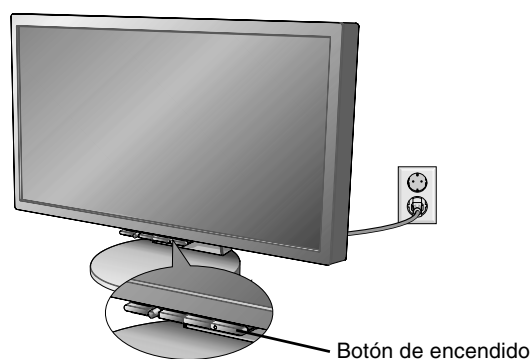

Figura E.1
14. Conecte el cable de alimentación a la toma de corriente (figura E.1).
15. Encienda el monitor con el botón de encendido frontal y ponga en marcha el ordenador (figura E.1).